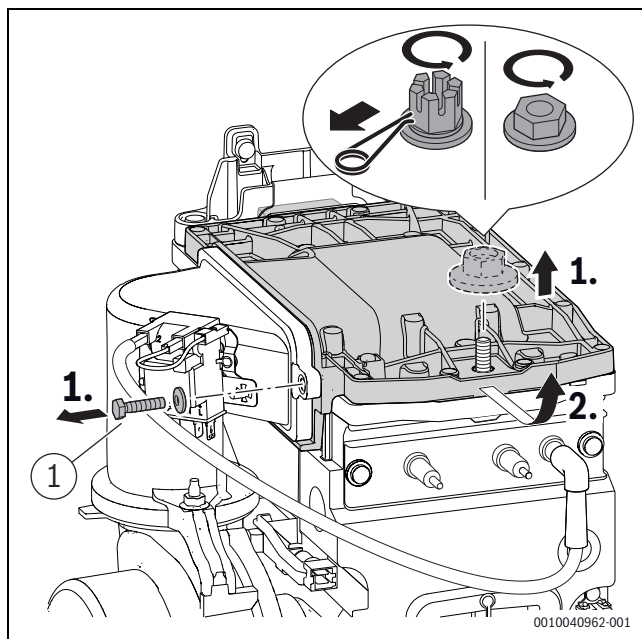

Рис. 58 Демонтаж крышки горелки
- Затяните винт [1], (рис. 58) на корпусе горелки с моментом $5,5 \pm 0,5$ Н·м.